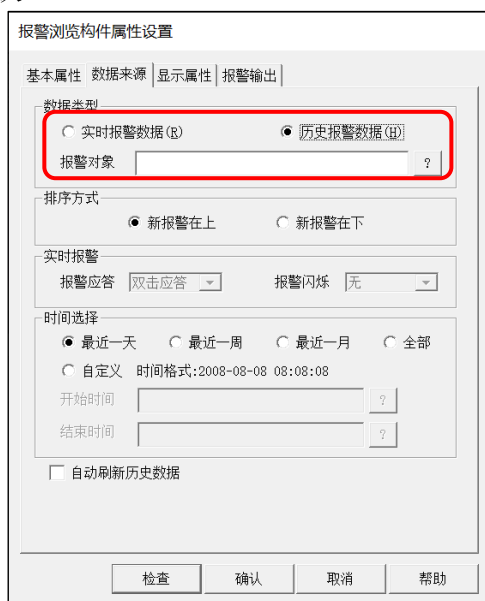

图 4.3-3 数据来源设置
- ③ 双击绘制的“报警浏览构件”，如图 4.3-3 所示：在数据来源页，数据类型选择“历史报警数据”，报警对象留空（“报警对象”不关联任何对象时，该报警浏览构件将显示实时数据库中，所有勾选了“自动保存产生的报警信息”变量的历史报警数据）。